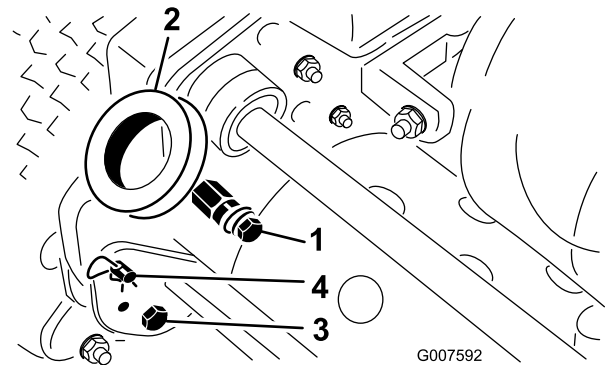

Figura 2
1. Togliete i bulloni e i dadi di bloccaggio che fissano la base dei bracci della stegola su ciascun lato del tosaerba (Figura 2).
2. Togliete le coppiglie a forcina ed i perni ad anello che fissano i bracci della stegola sul retro dell'intelaiatura (Figura 2).
3. Inserite le estremità della stegola nei fori dei bracci della stegola, ed allineate i fori con i perni di montaggio (Figura 2).
1. Togliete le coppie a forcina dai perni ad anello situati su ciascun lato del tosaerba (Figura 2).
2. Sostenete la stegola e togliete i perni ad anello da ciascun lato, quindi alzate o abbassate la stegola nella posizione di servizio desiderata (Figura 2).